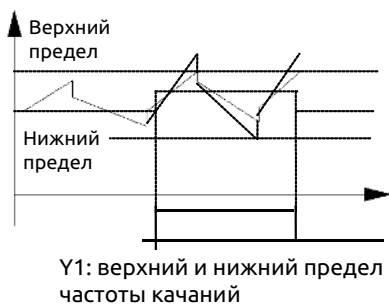

Рис. 7-22 Амплитуда качаний
**20: Сигнал блокировки преобразователя частоты из-за низкого напряжения (LU).** Если во время работы преобразователя частоты напряжение на шине постоянного тока опускается ниже минимального предела, на выходе формируется сигнал.
**28: Верхний и нижний предел частоты качаний.** Если амплитуда частоты качаний, вычисленная относительно центральной частоты, после выбора функции качания превышает верхний предел, заданный в параметре F01.11, или опускается ниже минимального значения, заданного в параметре F01.12, на выходе формируется сигнал, как показано на Рис. 7-22.